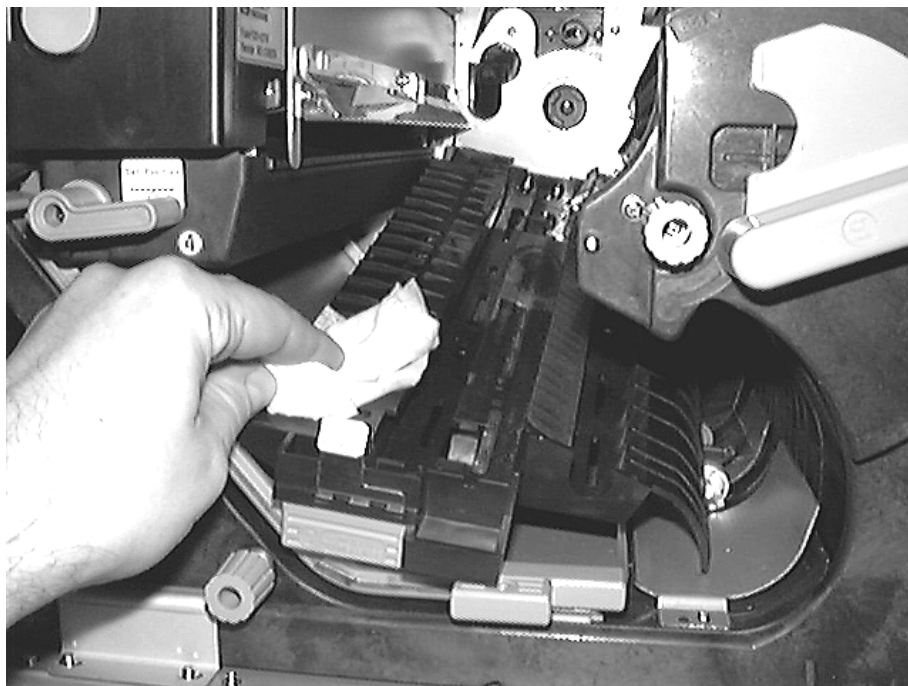

Figura 5-9 Pulizia della guida del gruppo di trasferimento
2. Usare i panni di pulizia in dotazione oppure l'aspirapolvere per rimuovere il toner e la polvere dalla parte esterna della guida del gruppo di trasferimento. Pulire completamente fino alla parte posteriore della guida. Vedere la Figura 5-9.